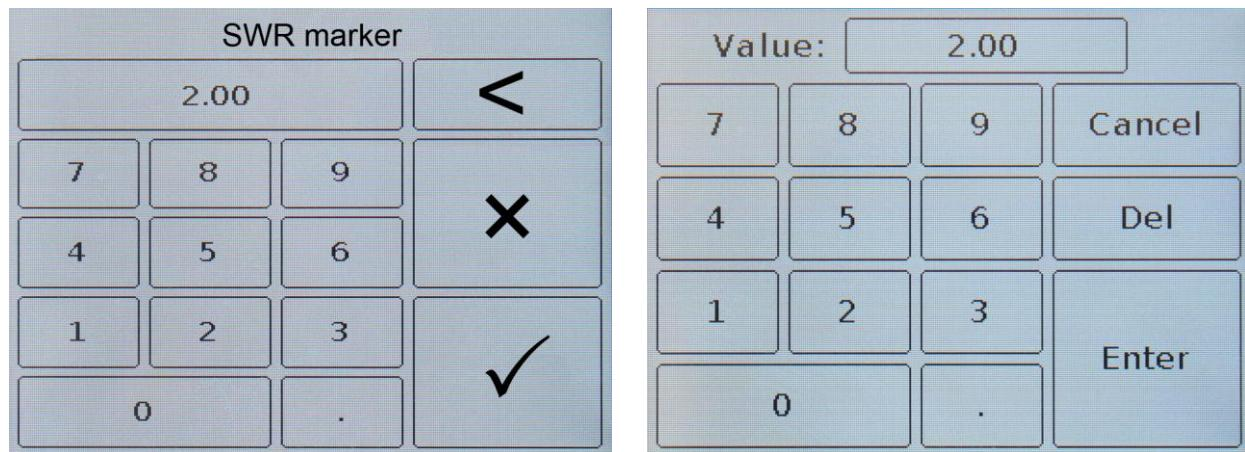

Рисунок 9.21 – Ввод числового значения отображаемой пороговой линии КСВ в приборах ARINST VR 1-6200 и ARINST VR 23-6200
9.8.4. Чтобы изменить значение отображения уровня пороговой линии KCB, нажмите на числовое значение **Value**, и в появившемся подменю (Рисунок 9.21) введите числовое значение в диапазоне от 1,01 до 9,00.